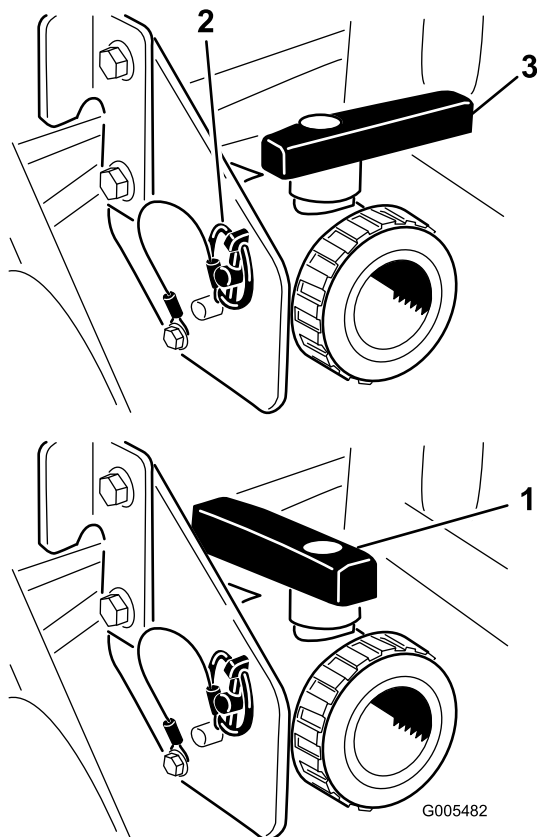

Figura 27
Utilice la manija de vaciado del depósito para vaciar el depósito cualquier material no utilizado, y elimine dicho material de acuerdo con la normativa local y las indicaciones del fabricante del mismo (Figura 27). Tras el vaciado, retire los pasadores de seguridad del soporte que fija la válvula de vaciado a la máquina y deje la válvula en el suelo. Así conseguirá vaciar todos los residuos existentes en la línea.
3. Cuando el depósito se haya vaciado, instale la válvula en el bastidor montando el pasador de seguridad previamente retirado y cierre la válvula de vaciado(Figura 27).